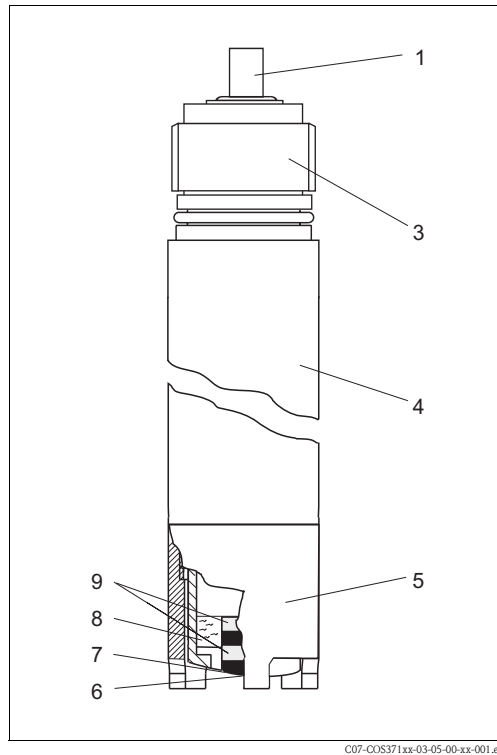

Abb. 17: Sensoraufbau
- Sensorschaft (Abb. 17, Pos. 4)
- Schutzkorb (Abb. 17, Pos. 5)